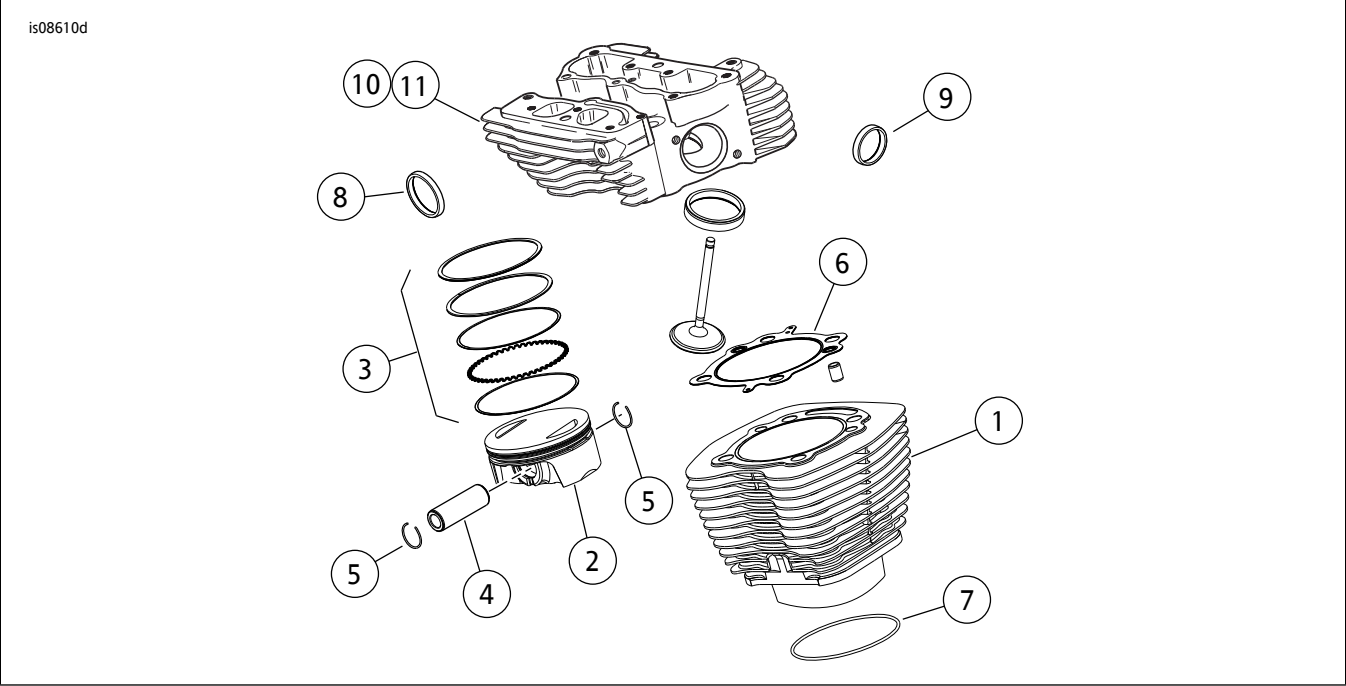
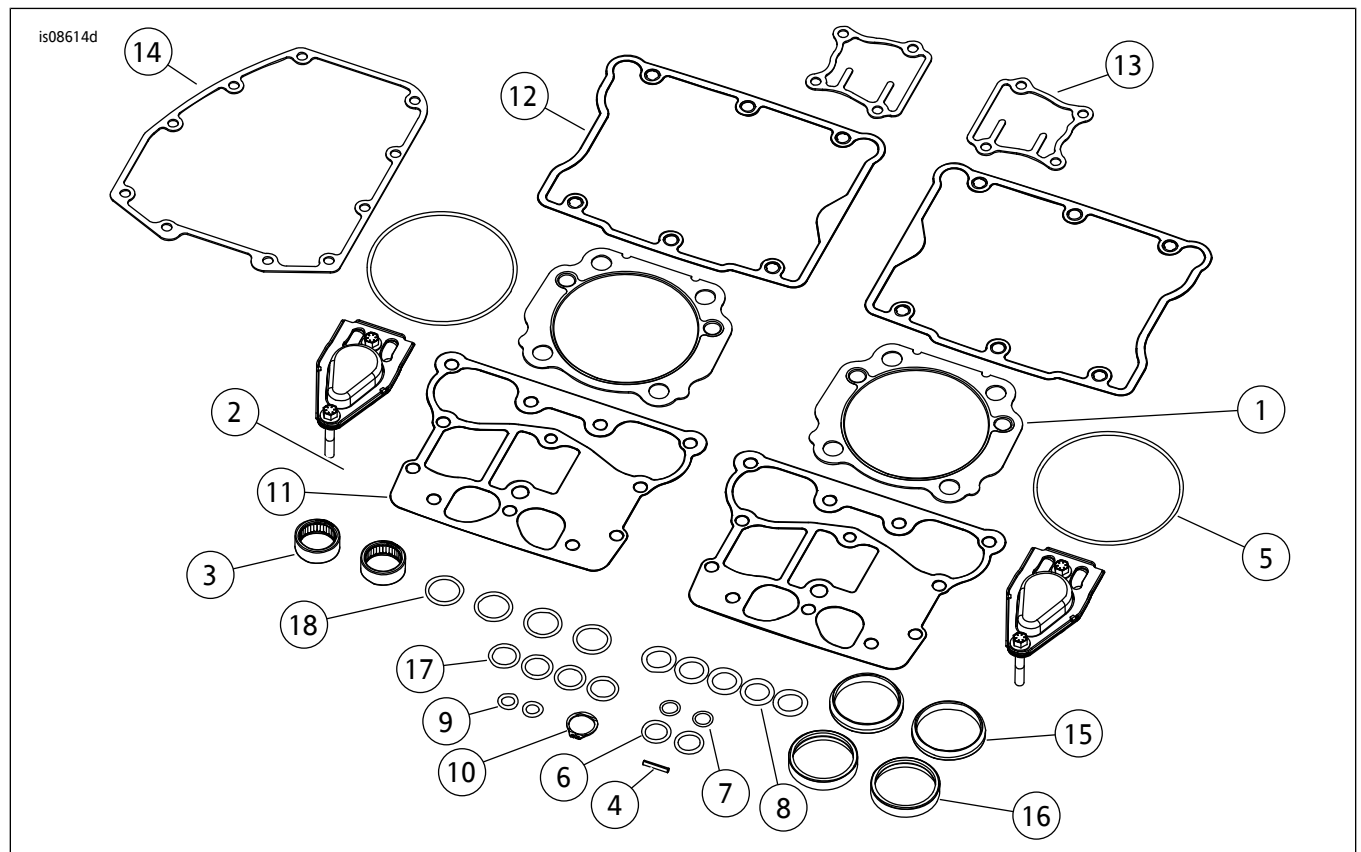

图1。维修零件：Screamin' EagleTwinCam110(1800cc)StageV赛车套件
图4。维修零件：Screamin' EagleTwinCam110(1800cc)StageV 赛车套件
参见图1至图4以及表1至表4。
1. 参见图4。安装此套件中包括的新内部凸轮轴承。
2. 参见图1至图4。使用套件中的零件, 将凸轮组装至凸轮盘和发动机顶端部件。参阅维修手册中相应的“发动机”章节。